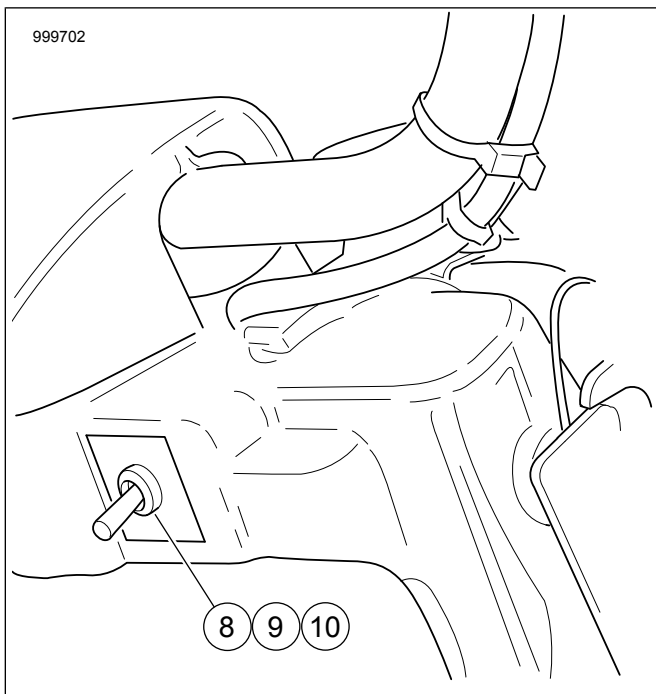

Рисунок 6. Расположение выключателя не на обтекателе
a. См. рис. 6. Установите гайку (8), наклейку (9) и переключатель (10) в правое отверстие доступа.
b. Подключите жгут проводов, который расположен под гондолой фары, к выключателю (10). См. руководство по техническому обслуживанию.